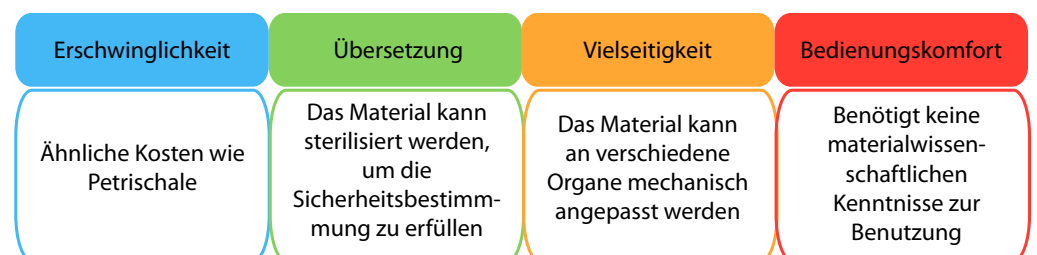

Abb. 4 Charakteristika zur Entwicklung der nächsten Generation synthetischer extrazellulärer Matrices
beschränkte sich demnach auf spezialisierte Labore mit dem nötigen „Knowhow“ in Materialforschung und Zellbiologie. Um mit dem verbraucherfreundlichen 2D-TCP-Modell konkurrieren zu können, müssen Systeme entwickelt werden, die jeder Biologe ohne Vorkenntnisse der Materialwissenschaften verwenden kann. Um diesem Anspruch gerecht zu werden, haben wir eine neue Generation synthetischer extrazellulärer Matrices (synECM) entwickelt, die die Grenzen der bisherigen 3D-Modelle überwindet. Sie ist günstig (1), leicht in die Klinik übertragbar (2), vielseitig (3) und einfach anzuwenden (4) (Abb. 4).